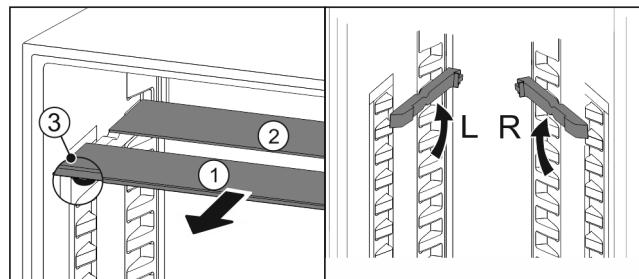

Fig. 102
- По одной извлеките Fig. 102 (1) стеклянные панели движением вперед.
- Стеклянная панель Fig. 102 (1) с декоративной планкой лежит спереди.
- Стопоры Fig. 102 (3) показывают вниз.